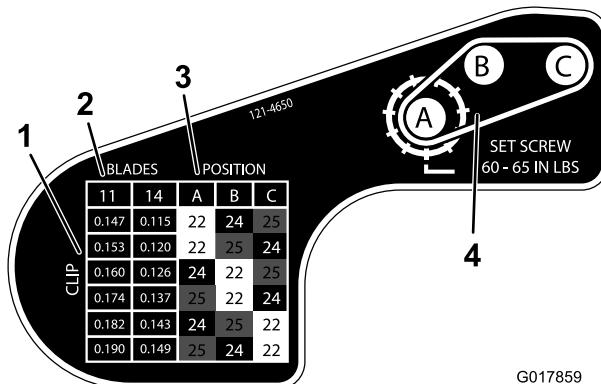

Figura 17
6. Usando la tabla de la pegatina ilustrada en Figura 17, determine la frecuencia de corte deseada y las poleas que tendrá que reubicar.
9. Instale cada polea en la configuración nueva según lo indicado en la pegatina (Figura 17).